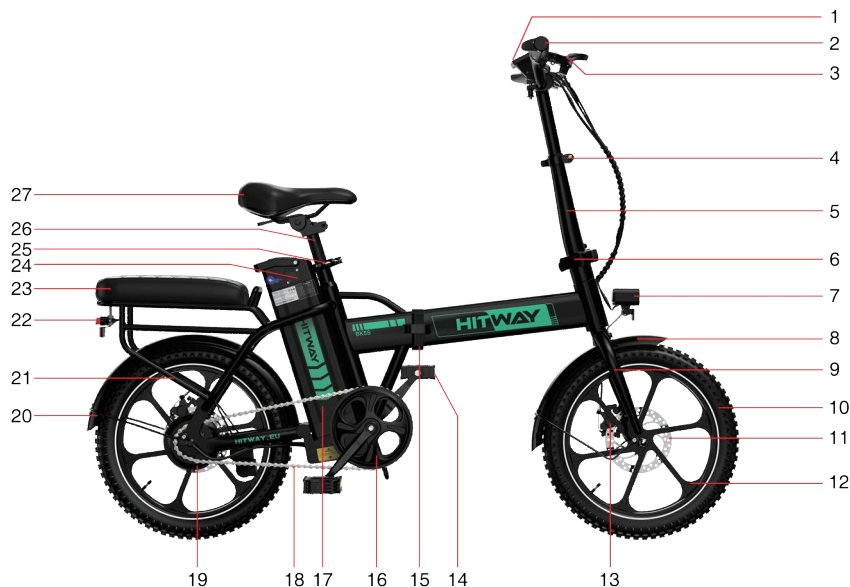

Figura 1 (schema generale del veicolo)
1. Inserire la chiave nel foro della chiave in Figura 1, girare la chiave in posizione "ON" girando la chiave in posizione "OFF".